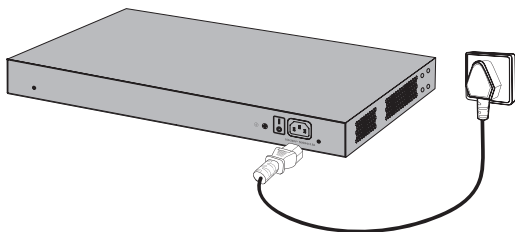

图3-3 电源线连接示意图
- 2.使用交换机原装电源线连接交换机与电源插座，如图3-3所示。